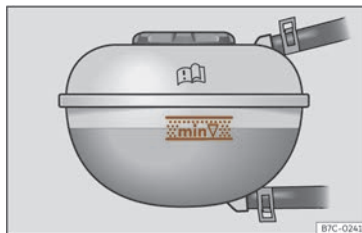

Fig. 199 En el vano delantero: marca en el depósito de expansión del líquido refrigerante.
- Con el motor frío, compruebe el nivel del líquido refrigerante en las marcas laterales del depósito de expansión >>> **fig. 199**. El nivel del líquido refrigerante deberá encontrarse entre las marcas.
- El nivel del líquido refrigerante deberá encontrarse entre las marcas del depósito de expansión >>> **fig. 199. No rebase nunca el borde superior de la zona marcada** >>> ⚠.
- Al añadir líquido refrigerante, no rebase el borde superior de la zona marcada >>> **fig. 199**. De lo contrario, cuando suba la temperatura, el líquido sobrante será expulsado del sistema de refrigeración del motor y podría causar daños.